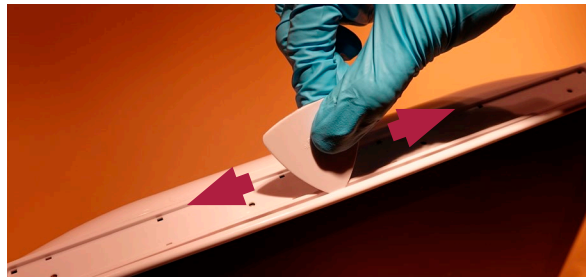

Figura 7 Apertura de la carcasa trasera con la herramienta de púa
f) Extraiga la carcasa trasera (Figura 7)